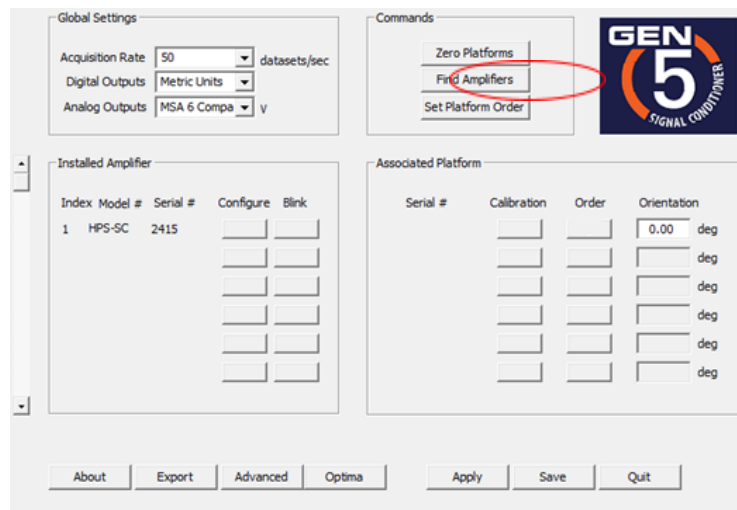

Figura 1 Interfaz del software GEN5 con Logo GEN5
- Primero se abrirá el software GEN5 y aparecerá la siguiente ventana (Ver Figura 1) donde se dará click en el botón “*Find Amplifiers*” para que el programa detecte las plataformas que se encuentran conectadas a la computadora a través del amplificador.